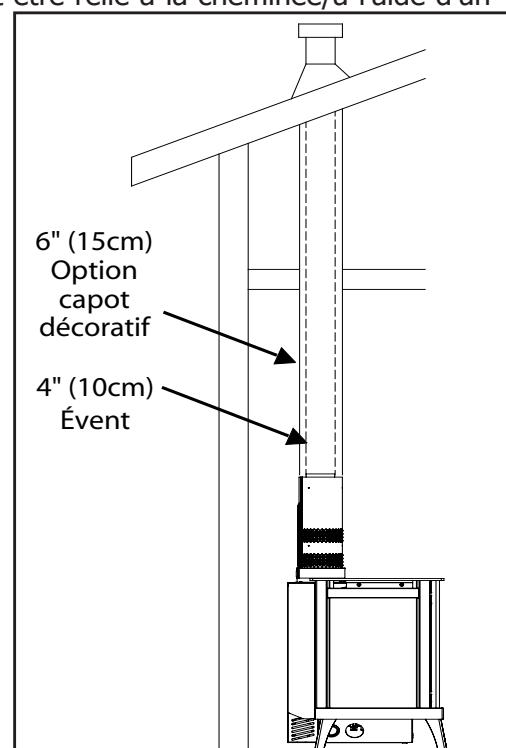

Figure 33: Configuration de B-Vent
**Note:** Veuillez vous référer à les instructions d'installation du fabricant du cheminé avant de commencer. Cette unité peut être évacué à une cheminée de maçonnerie, ou lorsqu'aucune cheminée de maçonnerie est disponible, un approuvé cheminée "B-vent", ou tout autre système approuvé/d'aération de cheminée construite (voir la figure 33). Dans les deux cas, la cheminée doit être relié à la cheminée/à l'aide d'un événement de 4" (10 cm) à paroi simple connecteur d'événement.